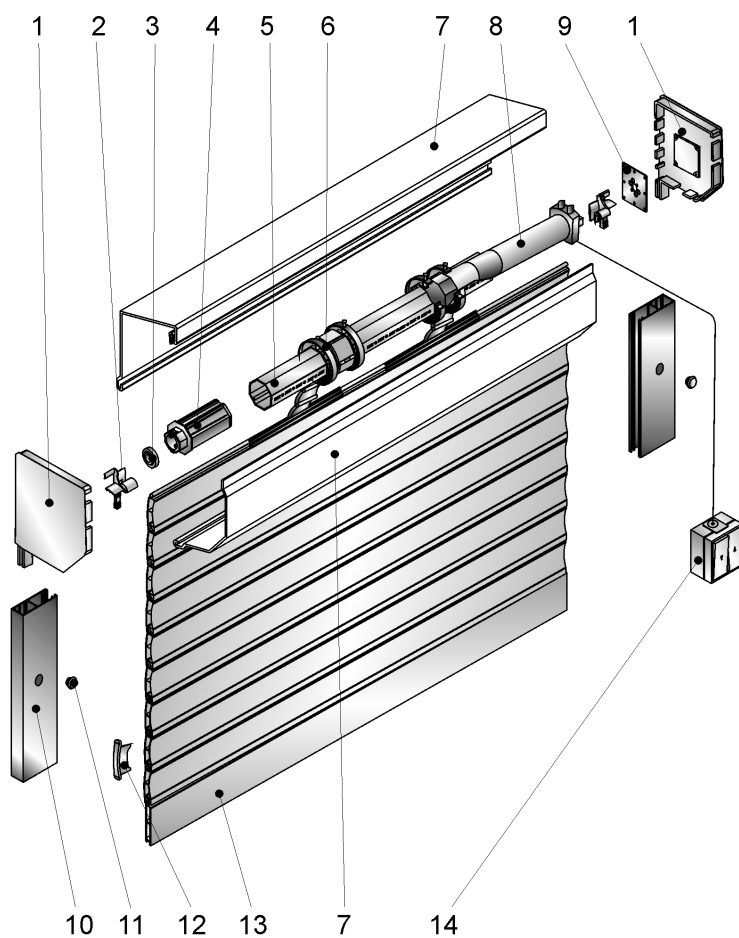

Рис.1 Комплектация защитных роллет с электроприводом:
1.3.3 Устройство и порядок работы роллеты, оснащенной электроприводом (см. рис. 1):